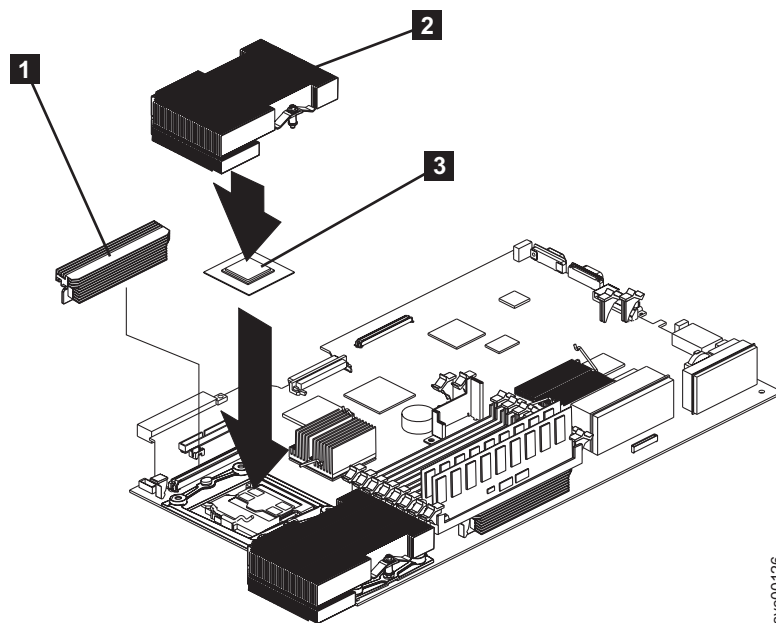

図 230. マイクロプロセッサおよびヒートシンクの位置
7. ヒートシンク **2** をマイクロプロセッサ **3** の上に取り付けます (図 230 を参照)。